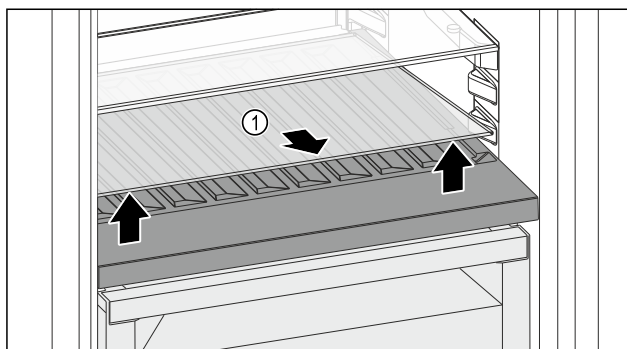

Fig. 114
- Glasplaat Fig. 114 (1) bij de uitsparing aan de voorzijde optillen en verwijderen.
- Glasplaat Fig. 114 (1) goed bewaren buiten het apparaat.